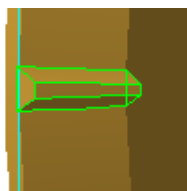

Рисунок 7.8 – Модель зуба
3. У результаті одержимо (рис. 7.8):